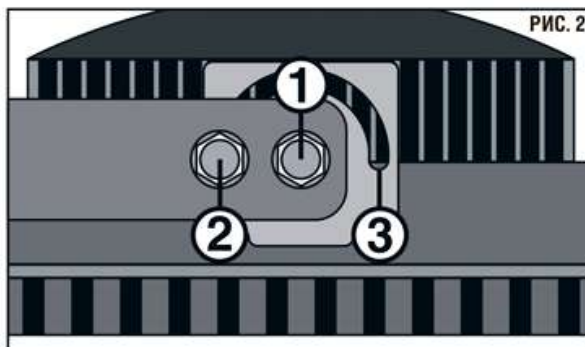

РИС. 2
2. Чтобы изменить угол наклона светильника, необходимо ослабить боковые (1) и фиксирующие винты (2). См. рис. 2.
3. После регулировки нужного угла наклона плотно затяните фиксирующие и боковые винты на фиксирующей пластине (3).